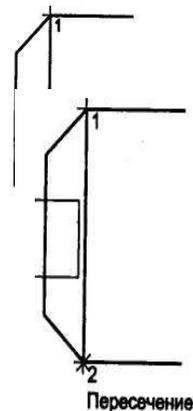
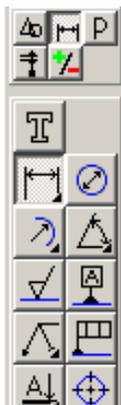

Рис. 30
Рис. 29
23. Проставим размеры детали. Включите кнопку Размеры и технологические обозначения на панели инструментов ЛКМ (рис. 29).
24. Активизировать кнопку линейный размер (рис.29), перейти в поле чертежа и зафиксировать на детали сначала первую точку ЛКМ, затем вторую, нажав ЛКМ (рис.30), и вынесите размерную линию на необходимое расстояние от контура детали, по ГОСТу – 7 – 10мм от контура детали.